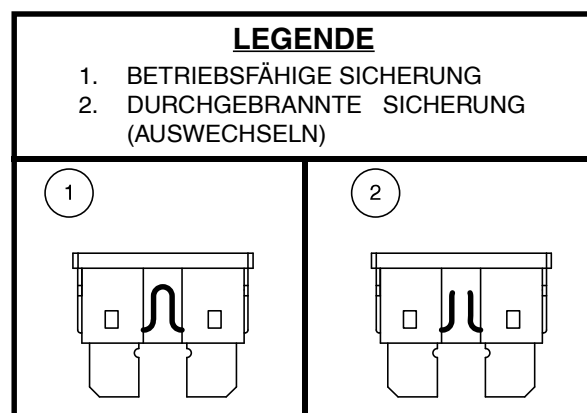

Abb. 31. Wechseln der Sicherung
2. Sicherung auf Durchbrennen überprüfen. **Siehe Abb. 31.**